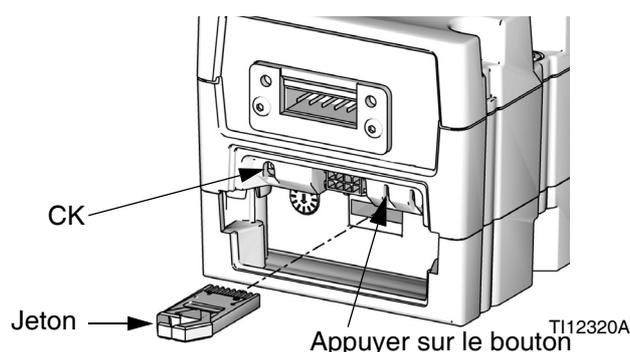

FIG. 47 : Introduction du jeton
4. Appuyer et maintenir durant ~1 seconde le bouton montré sur FIG. 47, puis le relâcher. Le voyant rouge (CK) clignote jusqu'à ce que le nouveau logiciel soit complètement téléchargé.